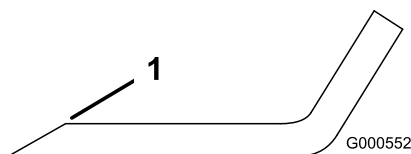

Figure 55
1. Au moyen d'une lime, aiguissez les tranchants aux deux extrémités de la lame (Figure 55).
Remarque: Si la lame est déséquilibrée, limez un peu l'extrémité de l'ailette seulement (Figure 55).